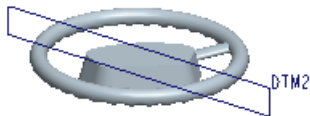

图 4.4.43 平面 DTM2
Step11. 创建图 4.4.43 所示的 DTM2 基准平面。单击“模型”功能选项卡“基准”区域中的“平面”按钮，按住 Ctrl 键，选取 A_1 基准轴和 TOP 基准平面，设置旋转角度值为-45。